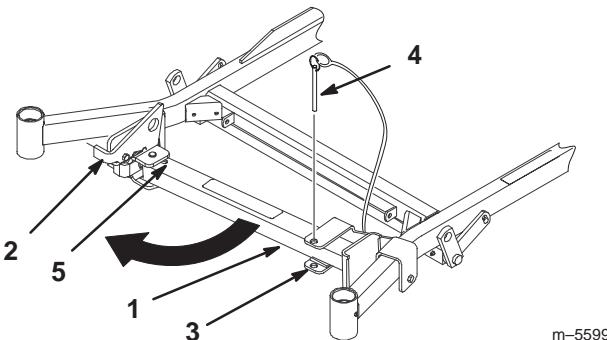

Figure 30
2. Retirez la goupille du support (Fig. 30).
3. Soulevez le verrou. Déployez le pied du support et poussez le support vers la machine, au bas de la fente (Fig. 30 et 31).
5. Ramenez le support à sa position de repos (Fig. 30).